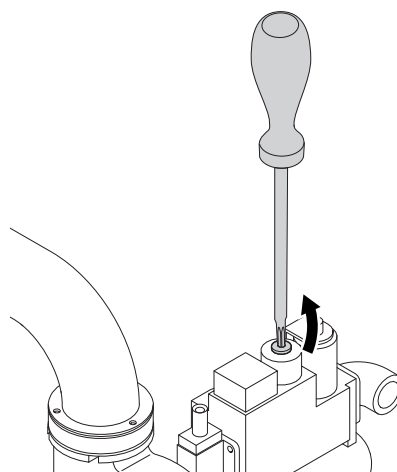

Рис. 11.h
- регулируя показанный на рисунке (А - рис. 11.с) винт (В) добейтесь, чтобы значения CO и CO2 стали как в таблице концентрации газа;